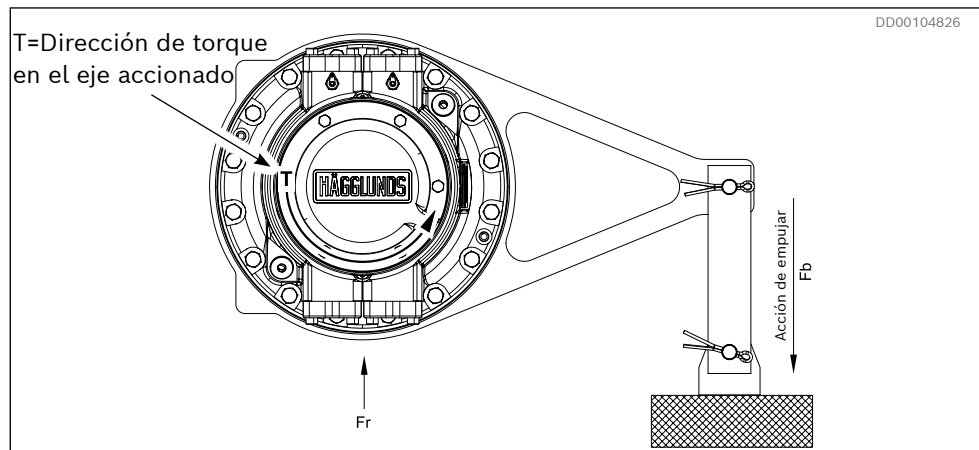
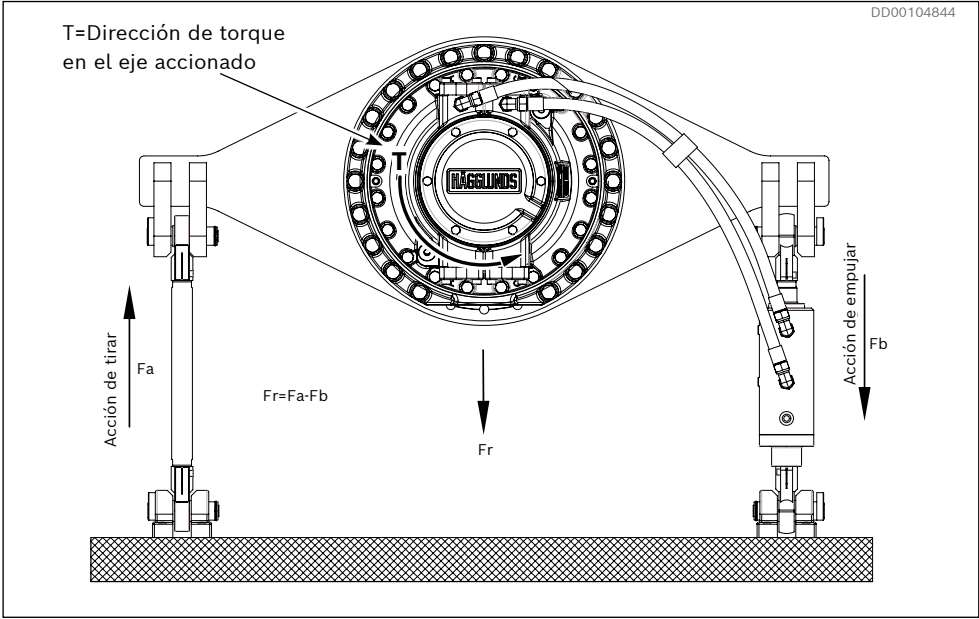

Fig. 21: Fuerzas externas Fr, Fb para TC A
Fig. 29: Fuerzas externas F_r , F_a , F_b para DTCA
2. Engrase los tornillos (1).
3. Asegúrese de que la base pueda soportar las fuerzas procedentes del brazo de torque (ver Fig. 21, Fig. 29, Tabla 9 y Tabla 12).
6. Apriete los tornillos (1) con el torque indicado en Tabla 7.
- ▶ Asegúrese de que la base y la máquina del cliente puedan soportar las fuerzas procedentes del brazo de torque. Ver Fig. 21, Fig. 29, Tabla 9 y Tabla 12.